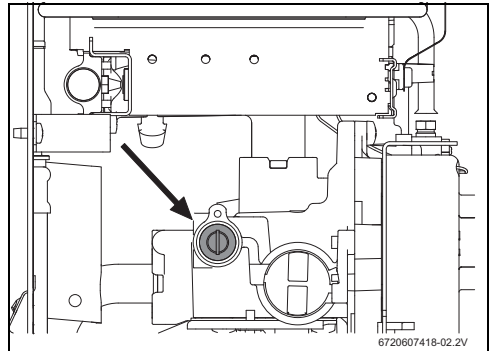

Fig. 13 Tornillo de ajuste de caudal de gas máximo
- ▶ Desmontar la cubierta del tornillo de ajuste del gas (Fig. 13).
- ▶ Utilizando la tuerca de ajuste (Fig. 13) regule la presión hasta alcanzar los valores indicados en la tabla 8.